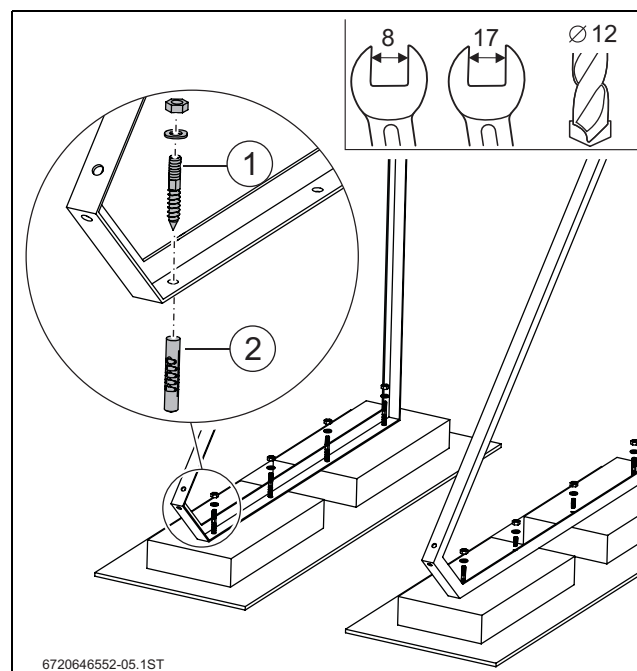

Bild 21
- Winkelrahmen befestigen (→ Bild 21):